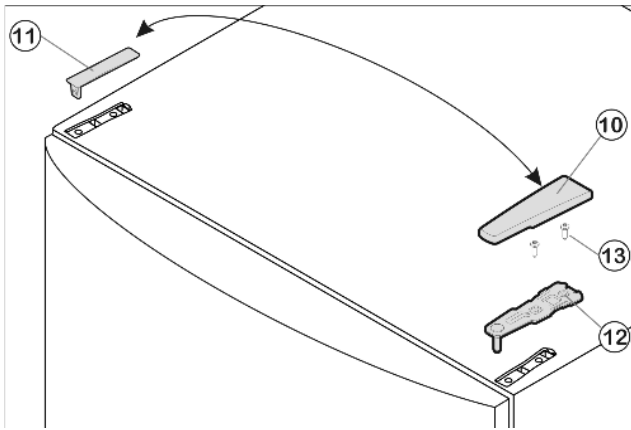
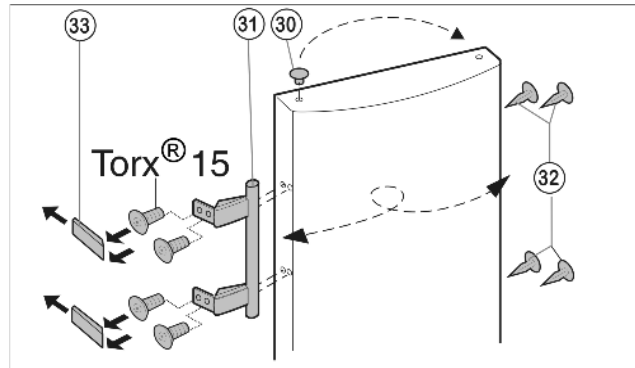

Fig. 4
Fig. 6
- ▶ Стяните крышку Fig. 4 (10) вперёд и снимите крышку Fig. 4 (11).
- ▶ Открутите верхнюю опорную подставку Fig. 4 (12) (2 шт. Torx 25) Fig. 4 (13) и вытяните вверх.
- ▶ извлеките пробку Fig. 6 (30) из опорной втулки дверцы и переставьте.
- ▶ Снимите и переставьте на противоположную сторону дверную ручку Fig. 6 (31), пробку Fig. 6 (32) и прижимные пластины Fig. 6 (33).
- ▶ Установите дверь сверху на опорный палец (22).
- ▶ Установите верхний опорный кронштейн Fig. 4 (12) на новой стороне шарнира так, чтобы он защелкнулся в дверце.
- ▶ Прикрутите опорный кронштейн Fig. 4 (12) (2 шт. Torx 25) Fig. 4 (13). При необходимости просверлите отверстие или используйте аккумуляторную отвертку.
- ▶ Защёлкните крышку Fig. 4 (10) и крышку Fig. 4 (11) на противоположной стороне.
- ▶ При необходимости выровняйте дверцу через два продольных паза в опорном кронштейне (23) параллельно корпусу устройства, затем затяните винты.